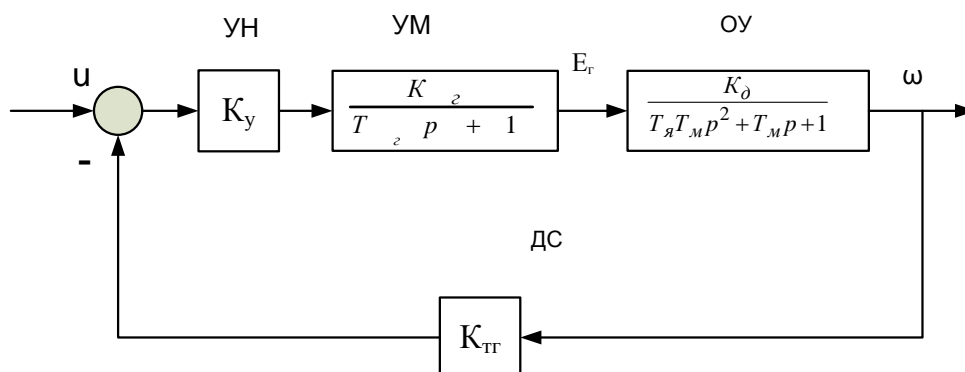

Рис.1
На рис.1 представлена структурно-функциональная схема одноконтурной системы управления двигателем постоянного тока с независимым возбуждением.
На рис.1 приняты следующие обозначения: ОУ - объект управления (двигатель); УН - полупроводниковый усилитель напряжения; УМ - усилитель мощности (генератор постоянного тока); ДС - датчик скорости (тахогенератор);  $u$  - напряжение управления;  $E_g$  - э.д.с. генератора;  $\omega$  - угловая скорость вращения вала двигателя (управляемая переменная);  $T_g, T_j, T_m$  - постоянные времени обмотки возбуждения генератора, якорной цепи двигателя и электрохимическая постоянная времени двигателя, соответственно.
1. По передаточной функции ОУ (рис.1) составить его уравнения состояния в скалярной и векторно-матричной формах; используя численные значения параметров (табл.1), оценить управляемость и наблюдаемость ОУ по критериям Калмана.